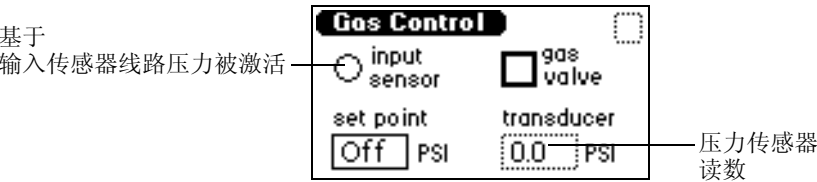

图 5-14 气体控制诊断屏幕
- 1. 在 Gas & temp control 菜单中，按 1 Gas control，运行气体控制诊断。出现 Gas Control 诊断屏幕（图 5-14）。